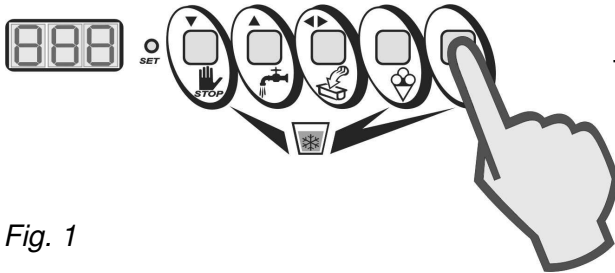

Fig. 1
- Presione la tecla SEMIAUTOMÁTICO para seleccionar el ciclo semiautomático de mantecación con control de consistencia (Fig. 1).